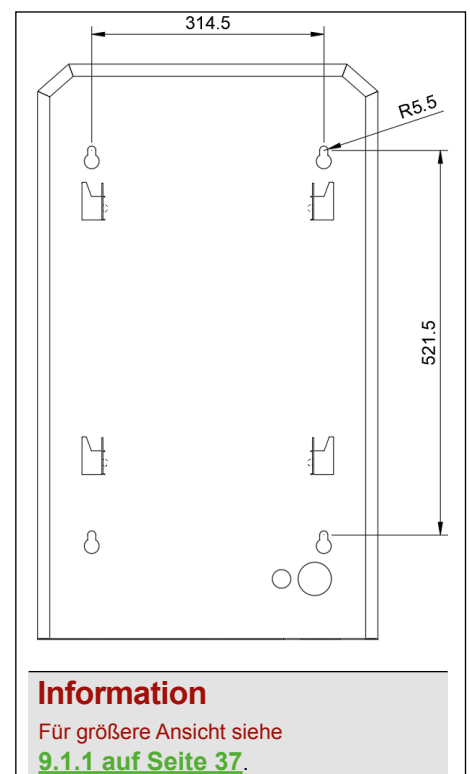

Abb. 24: Bohrlöcher Gehäuse Wandhalterung
2. Alle 4 Bohrlöcher an der Montageposition aufzeichnen: Siehe Abb. 24 für Details.